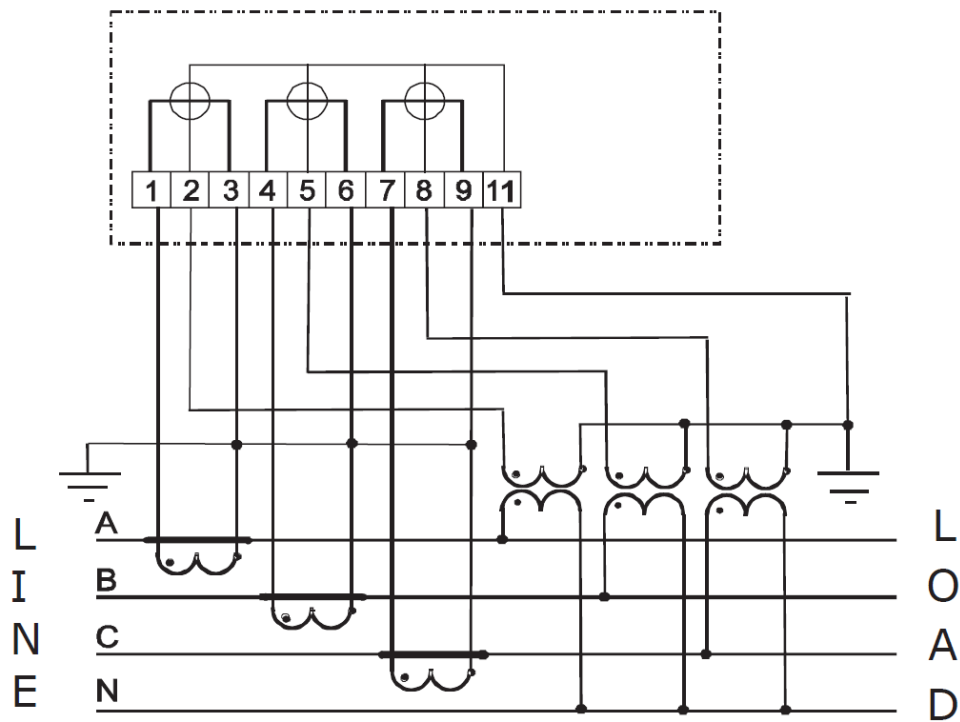

Рисунок 7.3 - Схема подключения к четырехпроводной сети с заземленной нейтралью
5) Подключить измеряемые цепи напряжения и тока к соответствующим зажимов счетчика согласно одной из схем включения (см. Рис. 7.3 - 7.11), и / или по схеме, находится на обратной стороне крышки зажимов.
Схемы подключения счетчика A1800 приведены на рис. 7.3 – 7.12.